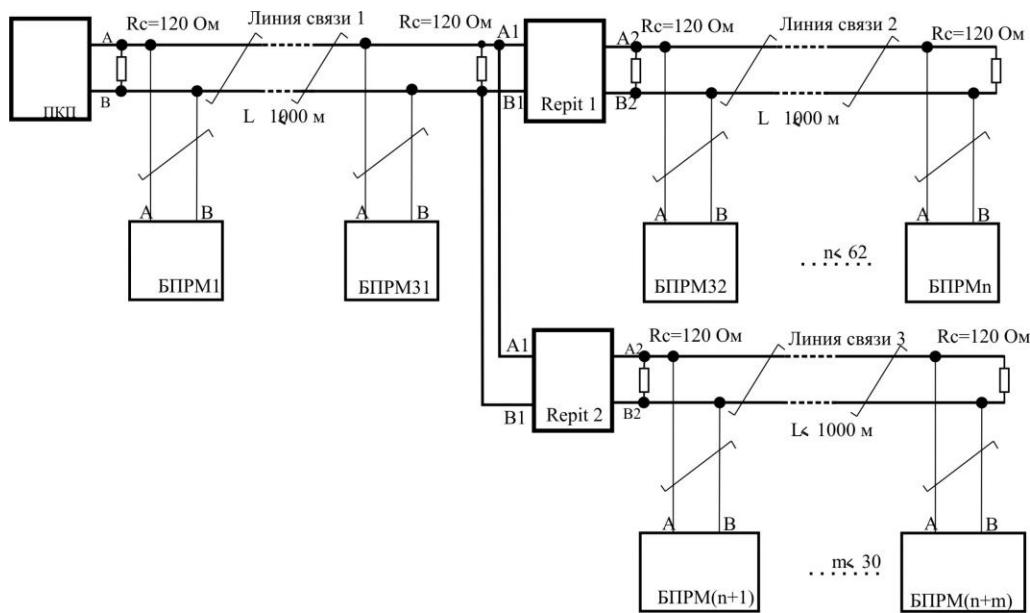

Рис. 4.12
4.3.4 Допускается проводить многократное усиление сигнала, используя несколько репитеров* (см. рис. 4.12), при этом репитеры должны обладать достаточным быстродействием.
4.3.5 Репитеры имеют возможность объединения друг с другом* для получения сети топологии "звезды", при этом необходимо осуществить гальваническую развязку между лучами звезды (рис. 4.12), используя соответствующие репитеры.